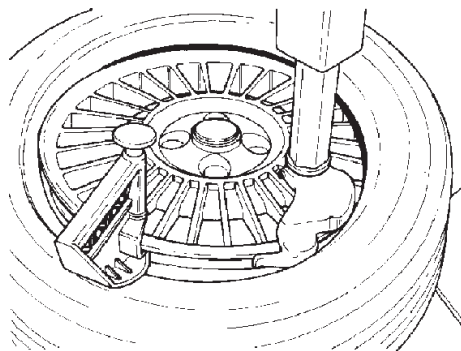

Fig.4.2-4
**C.** Monter le talon supérieur de la même façon de section B. Monter le talon supérieur de la même façon. Pour les pneus taille baisse, utiliser l'étau de montage en option (EAA0247G11A Fig. 4.2-4).